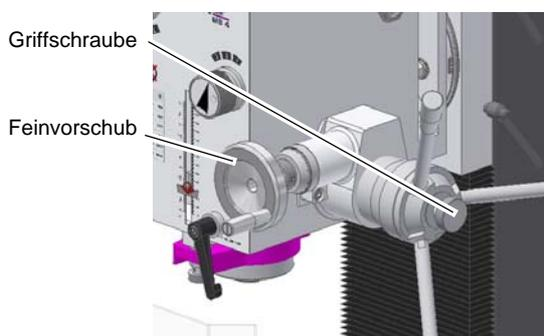

Abb.4-4: Griffschraube
- ➔ Lösen Sie die Griffschraube „Abb.4-4: Griffschraube“ auf Seite 32. Der Pinolenhebel bewegt sich vom Bohr-Fräskopf weg und deaktiviert die Kupplung des Feinvorschubs.